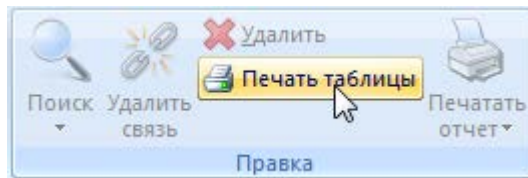

Рис. 7-54 – Формирование стандартного отчета
- 4) Нажать кнопку «Печать таблицы» панели «Правка» (рис. 7-54). Внешний вид панели «Правка» может отличаться от представленного ниже, в зависимости от подсистемы по которой выполнялся запрос.